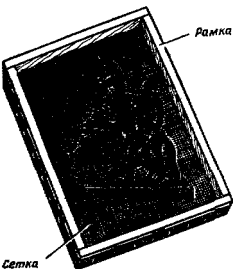

Рис. 191. Фототрафарет
1. Для изготовления фототрафарета нужна шелковая сетка или капроновый чулок. Сетку натягивают на деревянную раму, которая должна быть на 3—4 см больше предполагаемого рисунка. Концы сетки прикрепляют к краям рамы гвоздями, которые вбивают через полоски картона, чтобы сетка не порвалась при натягивании (рис. 191). Раму с сеткой кладут на нагретую стеклянную пластинку, находящуюся в строго горизонтальном положении, и обливают раствором, в который входят: